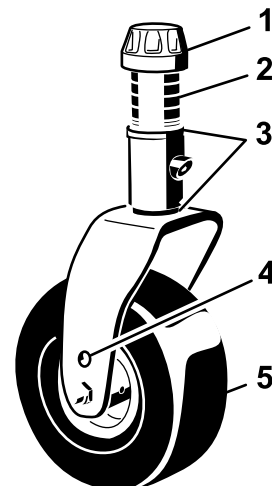
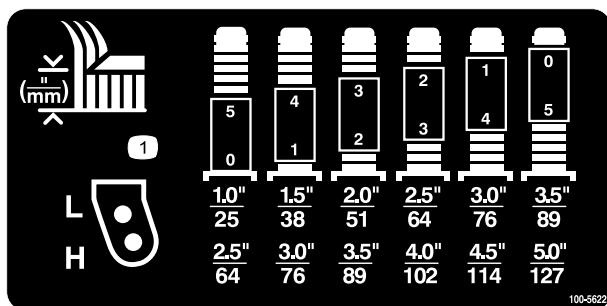

Figura 7
Figura 8
2. Coloque los ejes de las ruedas giratorias en el mismo taladro en ambas horquillas. Consulte en Figura 7 y Figura 8 los taladros correctos para cada altura.
3. Retire el casquillo tensor del eje (Figura 7) y deslice el eje fuera del brazo de la rueda giratoria. Coloque los 2 suplementos (1/8 pulgada) en el eje de la misma forma que en la instalación original. Estos suplementos son necesarios para obtener el mismo nivel en toda la anchura de las unidades de corte. Coloque el número adecuado de espaciadores de 13 mm (consulte la tabla siguiente) en el eje para conseguir la altura de corte deseada, luego coloque la arandela en el eje.
Consulte en Figura 7 y Figura 8 las combinaciones de espaciadores para cada ajuste.